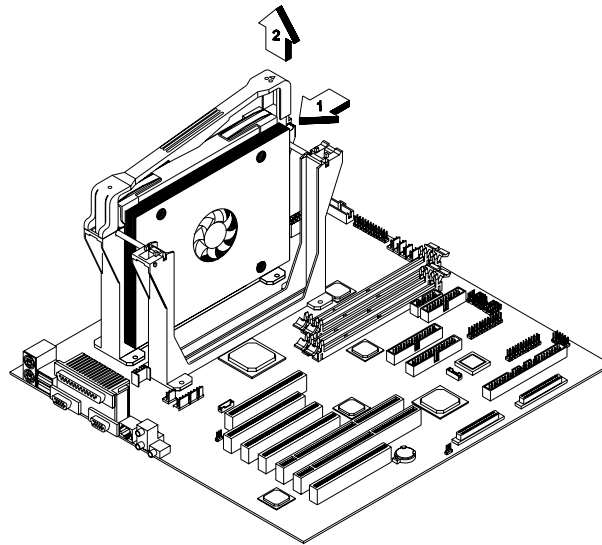

図3-8 固定装置カバーのクリップの取り外し
2. 図3-8に示すように、固定装置カバーのクリップを外します。